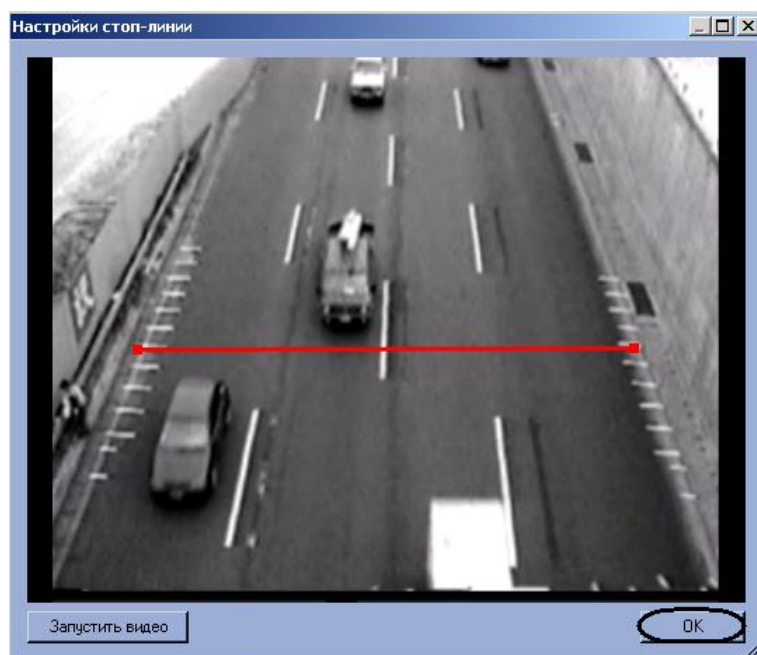

Рис. 7.2—33 Задание стоп-линии
4.3 Задать стоп-линию. Для этого требуется навести курсор мыши на один из краев дороги, нажать левую клавишу мыши и, не отпуская левой клавиши мыши, сместить курсор на другой край дороги в кадре видеоизображения (см. Рис. 7.2—33).